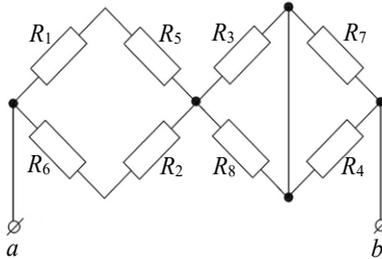

Рис. 9. Конфигурация электрической цепи к задаче 1
**Задача 1.** Для заданной электрической цепи (рис. 9) определите величину эквивалентного сопротивления  $R_{\text{экв}}$ , если  $R_1 = R_2 = R_3 = R_4 = 2 \text{ Ом}$ ,  $R_5 = R_6 = R_7 = R_8 = 8 \text{ Ом}$ .